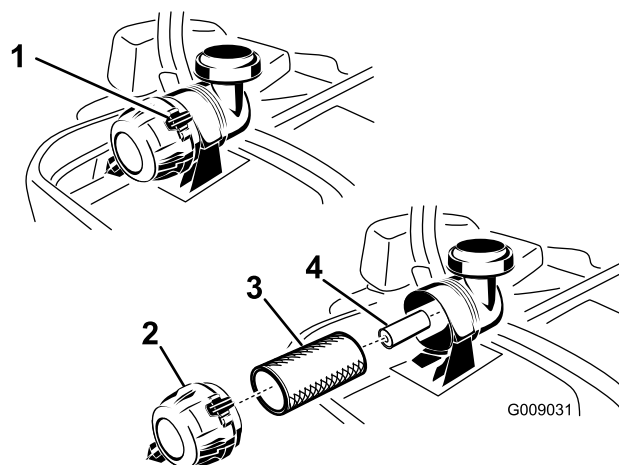

Figura 36
3. Premete verso il basso per rilasciare i dispositivi di fermo sul filtro dell'aria e togliere il coperchio dal corpo del filtro (Figura 36).
5. Estraete con cautela il filtro primario dal corpo del filtro dell'aria (Figura 36). Non urtate il filtro contro il corpo.
1. Non pulite il filtro primario di carta, sostituitelo (Figura 36).
2. Se sostituite il filtro secondario, inseritelo con cautela nel corpo del filtro (Figura 36).
3. Montate con cautela il filtro primario sul filtro secondario (Figura 36). Premete sul bordo esterno del filtro mentre lo inserite, per accertarvi che venga inserito a fondo.
di fermo bloccino il coperchio nella corretta posizione (Figura 36).